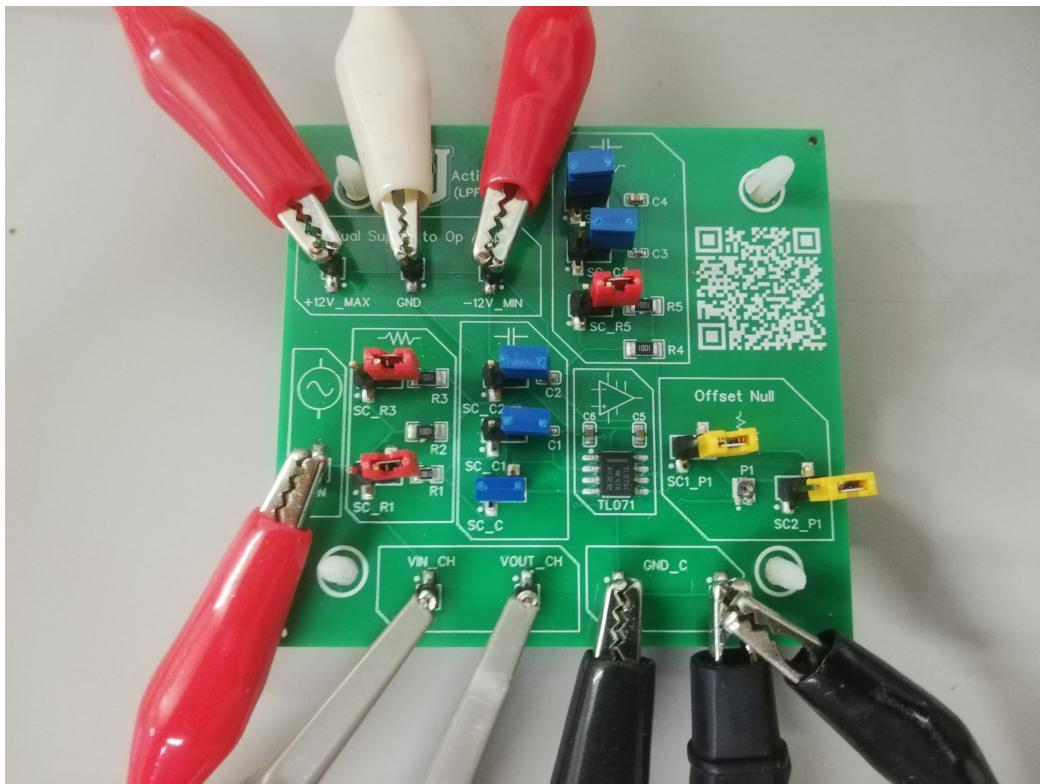

Imagen 5: Conexión PCB para Caso Particular Filtro Activo Pasabajas.
Antes de energizar la placa, se ajusta el circuito para el caso particular del Filtro Activo Pasabajas, escogiendo una ganancia adicional de 0 dB. Debido a que en ambos filtros la ganancia se conseguía de la forma $\frac{R_f}{R_1}$, se usan en este caso los resistores que siempre están habilitados --R2 y R3--, de esta manera la ganancia (A) queda $\frac{1k\Omega}{1k\Omega} = 1$, esta ganancia en decibeles es $20\log(1) = 0$ es decir $A_{dB} = 0$. Se habilita el cortocircuito SC_C --cortocircuito jumper azul SC_C-- y el capacitor C4 --cortocircuito jumper azul SC_C4--, se conecta la alimentación simétrica del Amp Op +12V y -12V --conectar salidas +12V, -12V y referencia 0V de la fuente, a terminales +12V_MAX, -12V_MIN y GND de la PCB, respectivamente--, se ajusta el generador de señales a $3V_{RMS}$ y se conecta a la placa --conectar cable rojo del generador a terminal VIN y cable negro a terminal GND_C--, finalmente se conecta el osciloscopio a la PCB --conectar punta de prueba CH1 a terminal VIN_CH en la placa y punta de prueba CH2 a terminal VOUT_CH también en la placa-- para poder visualizar la señal de entrada y la señal de salida del circuito, quedando las conexiones como se puede observar en la *Imagen 5*.